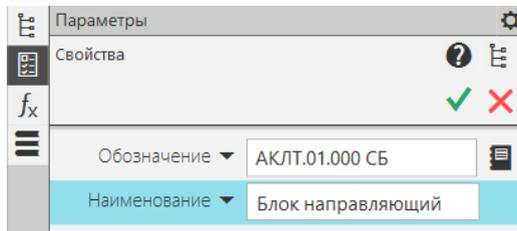

Рисунок 299 - Свойства сборочной единицы
- Заполним окно Наименование (Рисунок 299);
На Рисунок 299 показаны заполненные свойства сборочной единицы. Нажмем кнопку создать объект и сохраним модель.